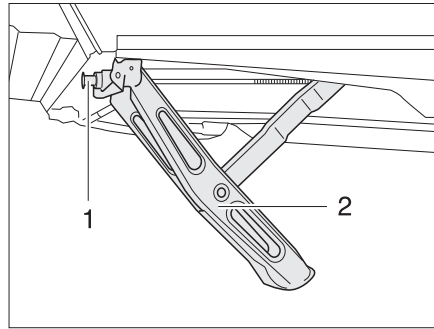

Fig. 16 Apoyo a manivela bajado girando la manivela
- Insertar la manivela en el hexágono (Fig. 16,1) de los apoyos a manivela (Fig. 16,2).